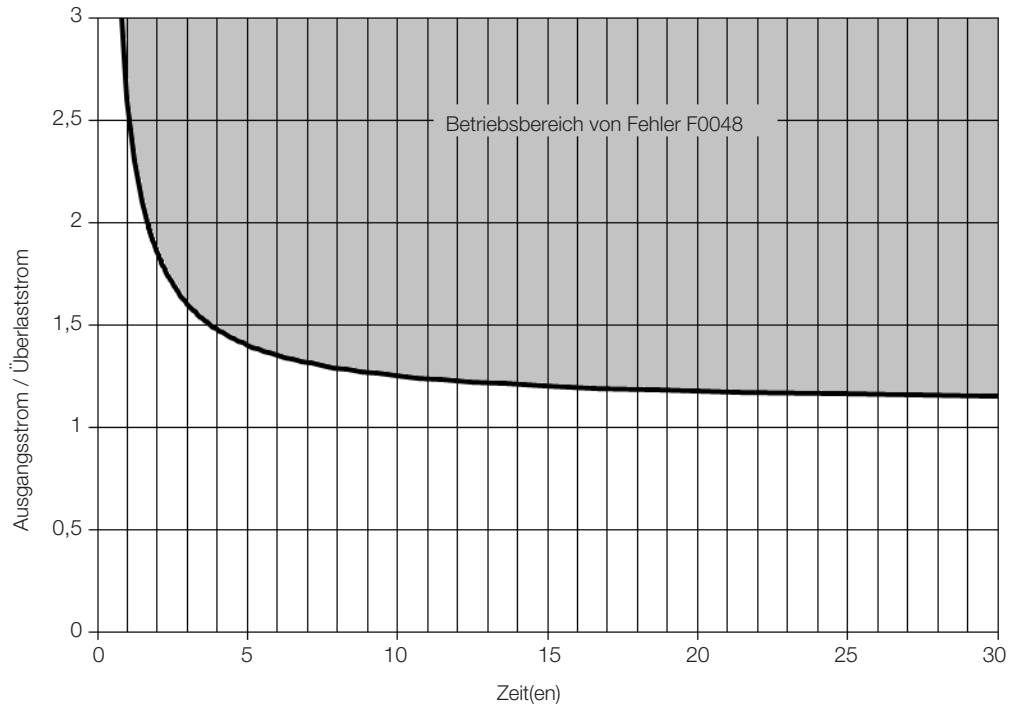

Abbildung 18.3: Betätigung der Überlast der IGBTs (Normal Duty - ND)
Im Normalbetrieb (ND) tritt der Fehler F0048 etwa 4 Sekunden lang bei 150 % Überlast auf, wie in Abbildung 18.3 auf Seite 18-5 dargestellt. Ebenso tritt der Fehler bei Stromwerten unter 110 % der Nennlast des Wechselrichters nicht auf.